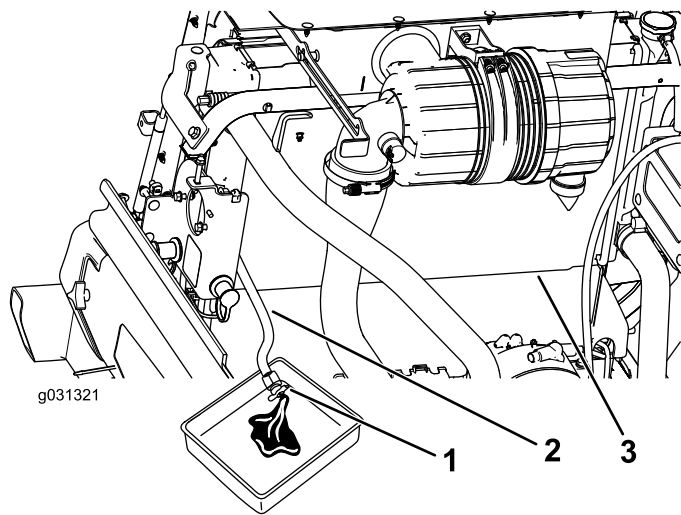

Bild 123
3. Legen Sie das Ende des Kühlerablassschlauchs in eine Auffangwanne und öffnen Sie das Ablassventil am Kühlerschlauch und lassen die Flüssigkeit in eine Auffangwanne ablaufen (**Bild 123**).
4. Schließen Sie das Ablassventil am Kühlerablassschlauchs (Bild 123).